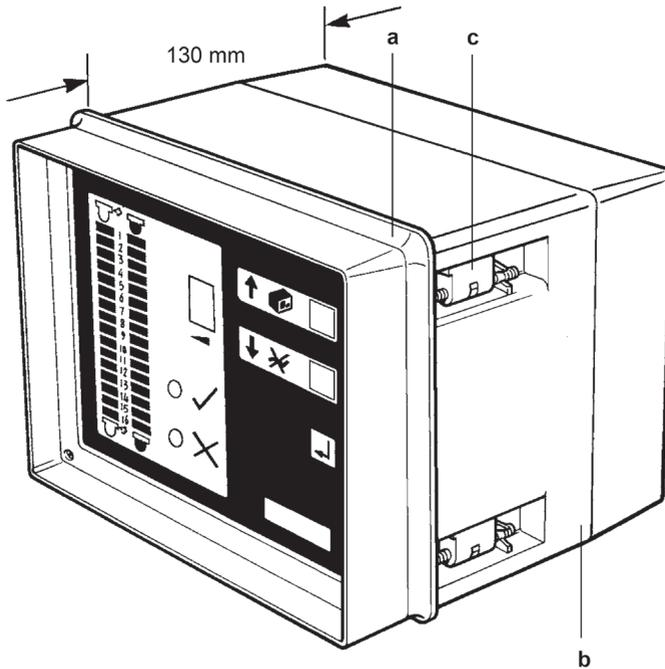

Fig. 5
3.1.2.2 Versione per montaggio a pannello (Fig. 5)